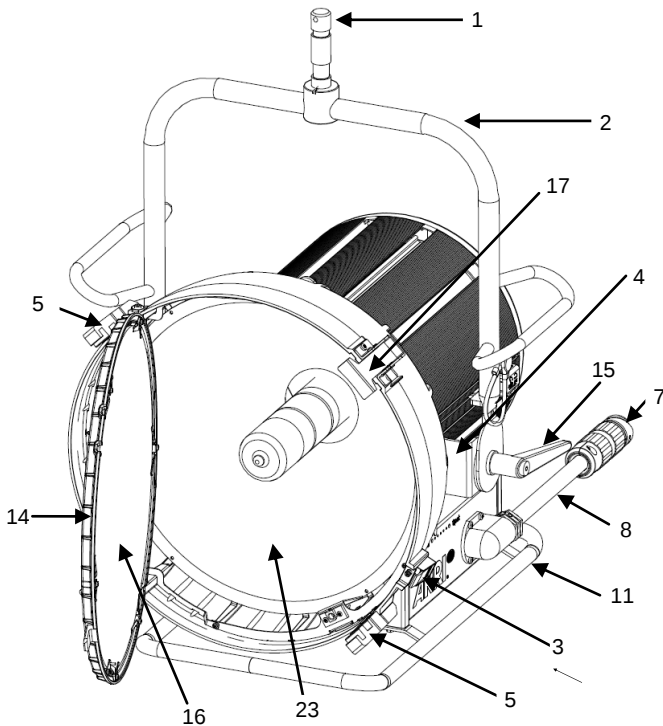

Abb. 1 / fig. 1
- UV-Sicherheitsglas (16/Abb.1) für optimale Lichtausbringung. Bitte befolgen Sie die Mindestabstände zu Personen (siehe Typenschild).
- Lampenfassung (27) passend für GX38 Lampensockel.
- Betriebsstundenzähler (10).
- Zubehör: Flügeltor (A)
- UV protective glass (16/fig.1) for protection against UV radiation. Please follow minimum distance to persons (see identification plate).
- Lamp holder (27) suitable for GX38 lamp socket.
- Hour counter (10).
- Accessories: barndoor (A)